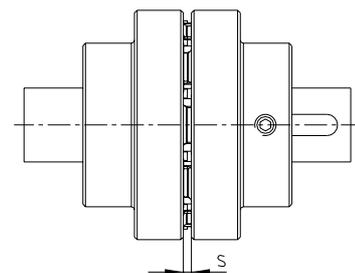

Figura 19: montaje del acoplamiento
- Desplace los grupos en dirección axial hasta que logre la medida  $s$  (véase figura 19).
- Si los grupos ya están firmemente ensamblados, el movimiento axial de los mangones sobre los ejes permite ajustar la medida  $s$  (véase figura 19).